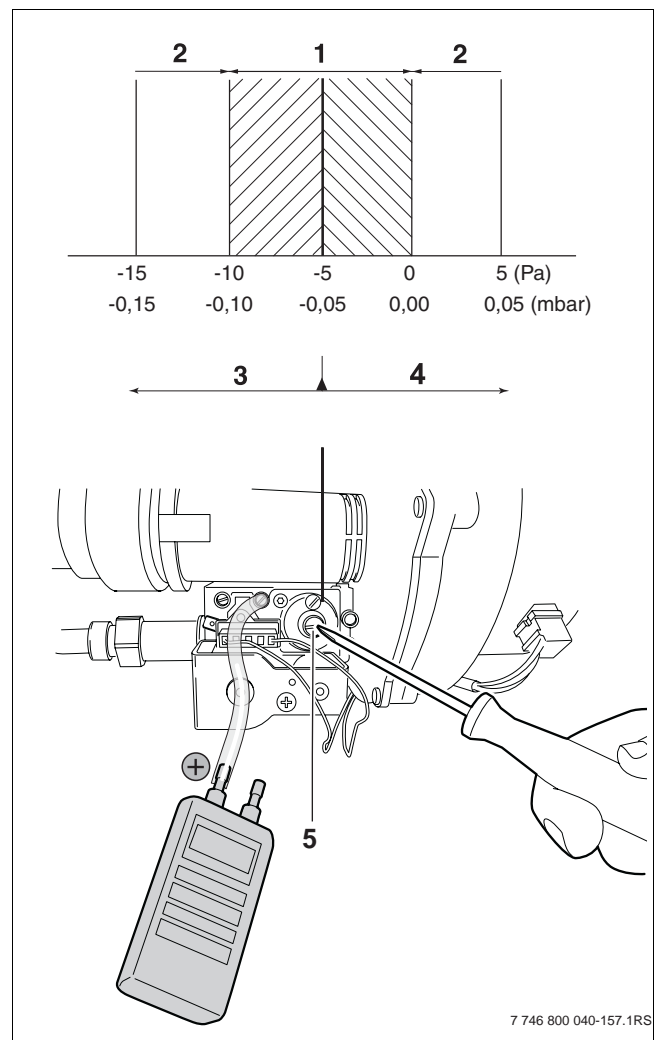

Fig. 38 Régler le rapport air-gaz
- Insérer le tuyau de mesure de l'appareil de mesure de pression sur l'embout de mesure (→ fig. 38).